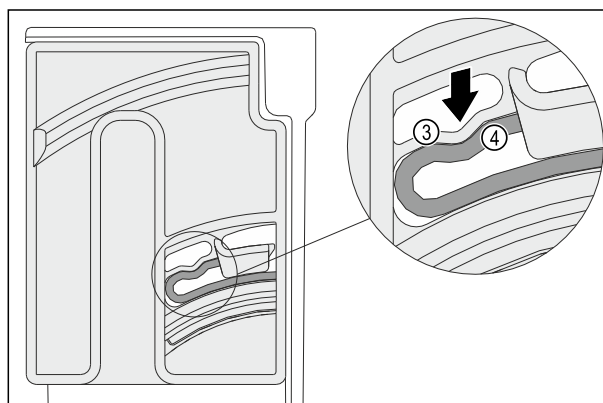

Fig. 138
- Vous entendrez l'élément élastique Fig. 138 (3) de l'unité de rotation s'enclencher dans la forme ronde de la nervure Fig. 138 (4).